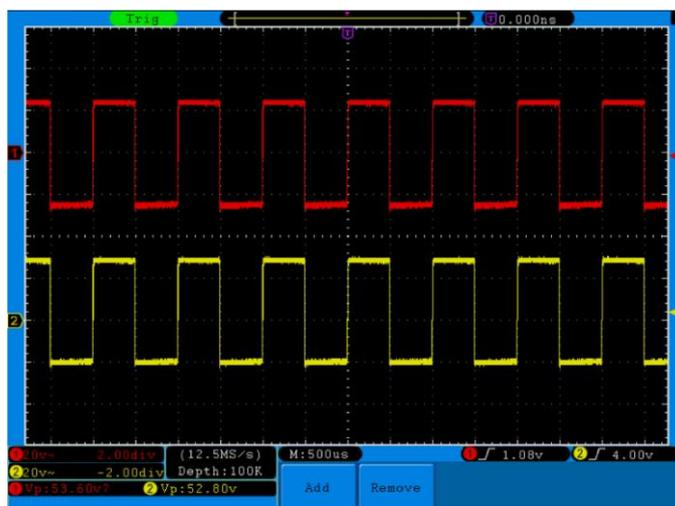

FIG. 80 Forma de Onda de Medição de Ganho
8. Leia as tensões de pico-a-pico do Canal 1 e Canal 2 da parte inferior esquerda da tela (ver Fig. 80).